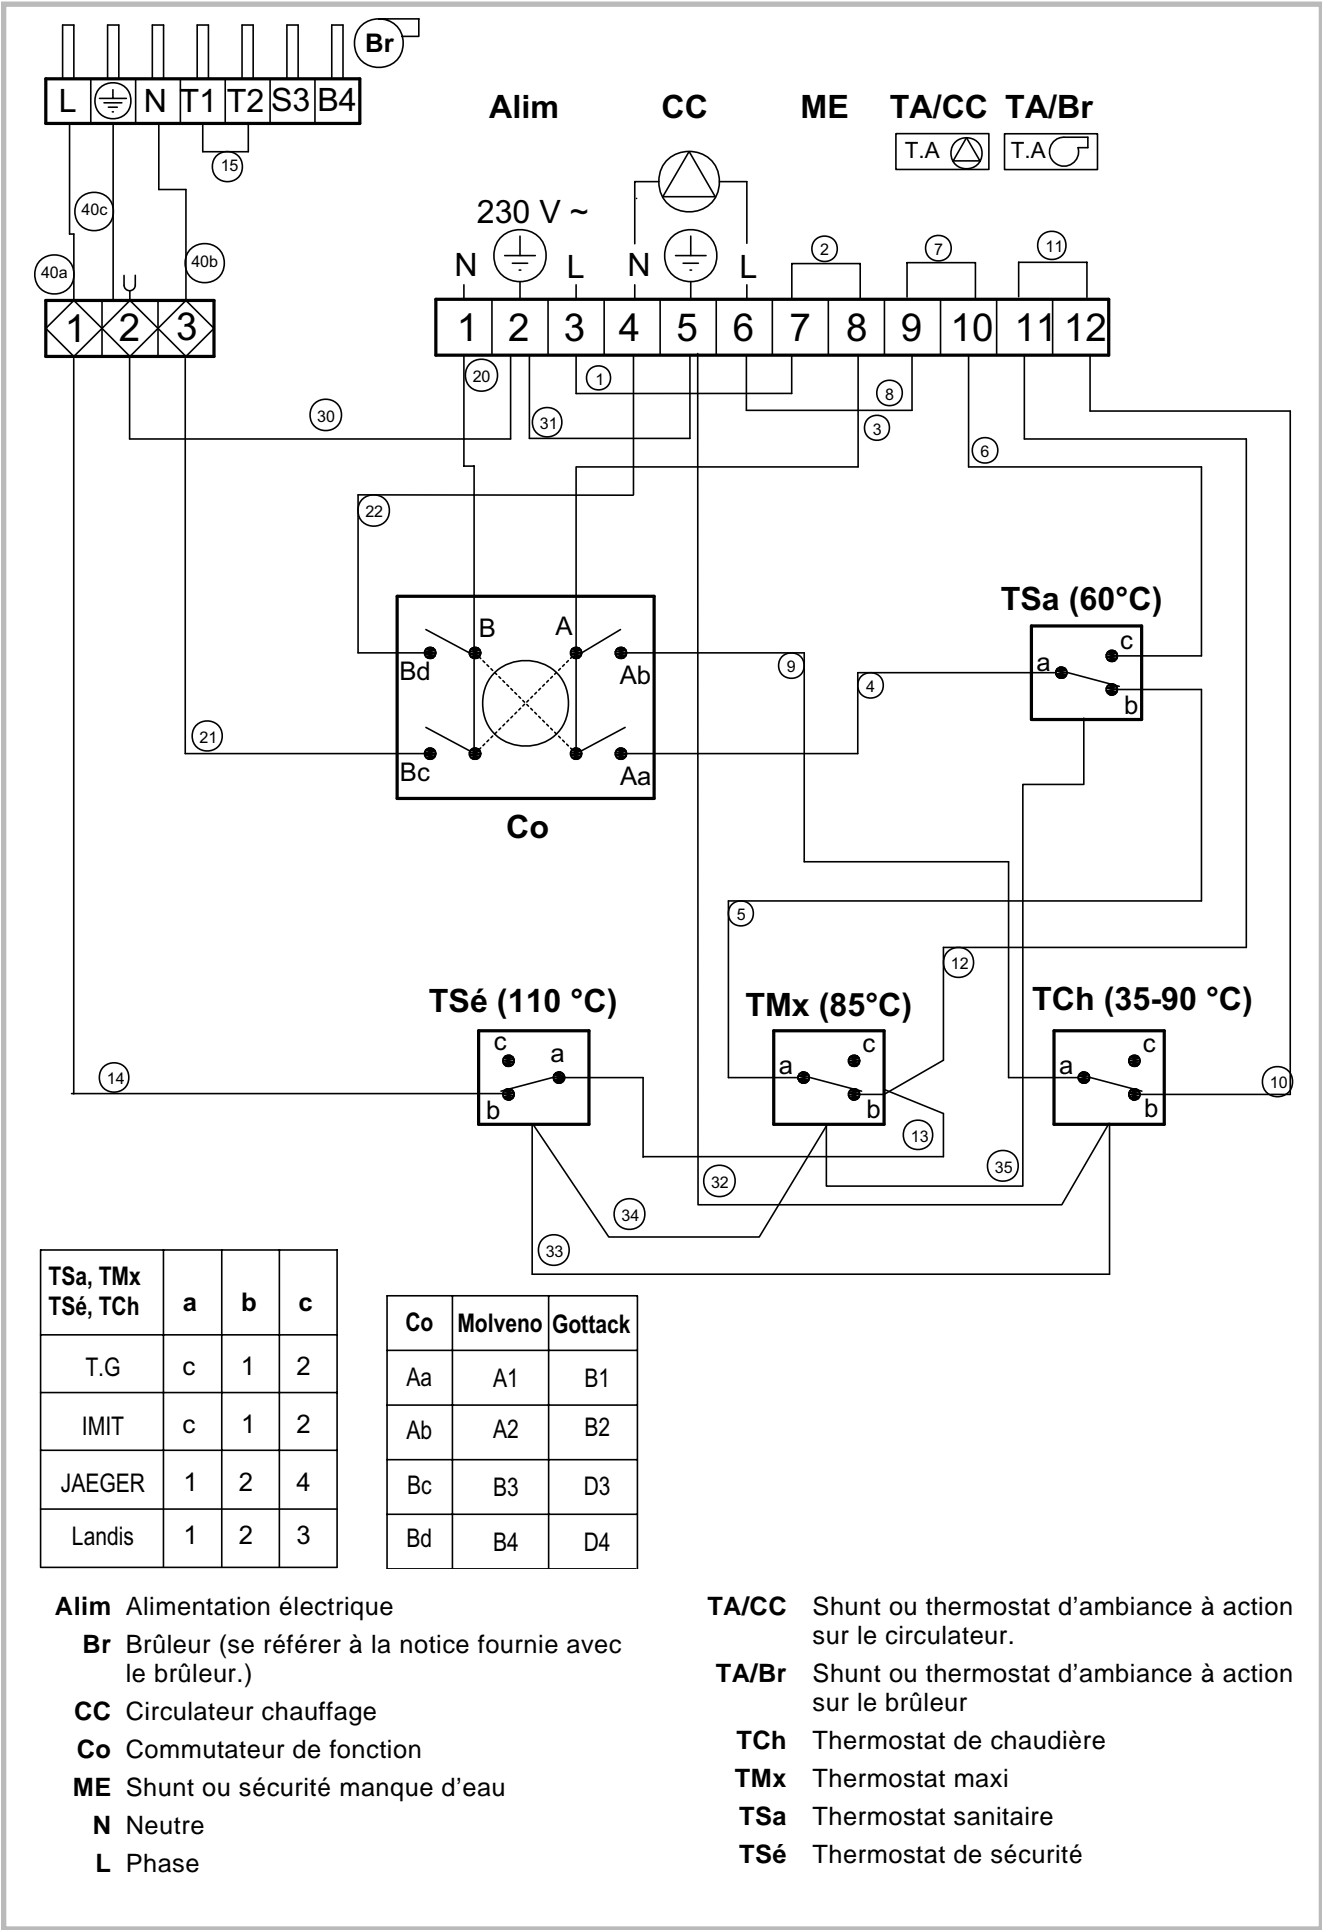

Figure 18 - Câblage électrique (Chaudière)
- Effectuer les raccordements suivant les schémas fig. 18 et 17.